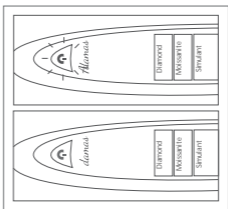

Fig. 3
3. Premere il pulsante di Accensione/ Spegnimento per accendere il tester. Una volta che la luce READY smette di lampeggiare, il tester è pronto per entrare in modalità di calibrazione come mostrato nella Fig. 3. Questa fase potrebbe impiegare fino a 15 secondi. Se la luce READY continua a lampeggiare dopo 15 secondi, la punta della sonda potrebbe non essere posizionata correttamente. Ripetere la procedura dal Punto 1 e 2.